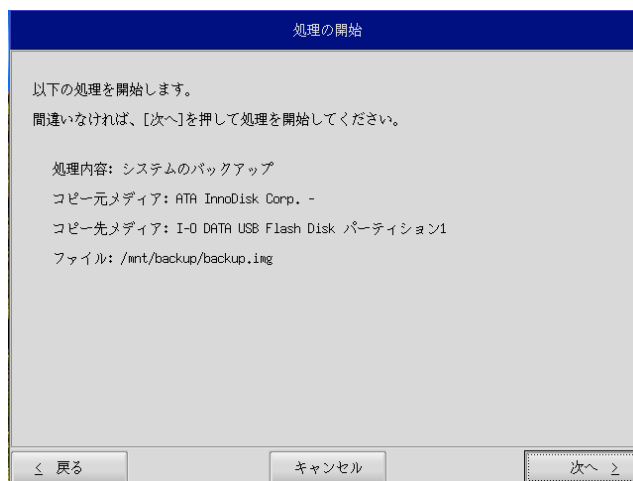

図 5-3-5. 確認画面
- ⑧ 確認画面（図 5-3-5）が表示されます。メディア、パーティション、保存ファイルを確認します。